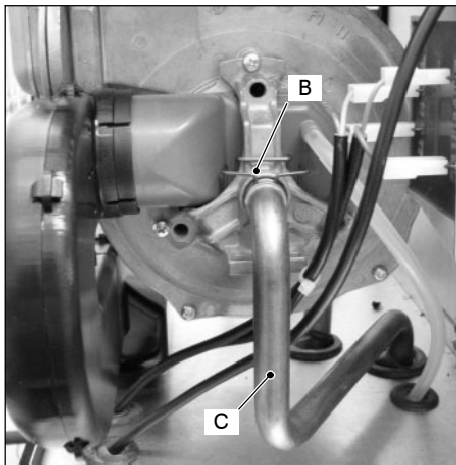

fig. 8.2 (vista dalla parte destra del ventilatore)
- 4 Togliere la forcina B (fig. 8.2) ed estrarre il tubo del gas C (fig. 8.2)